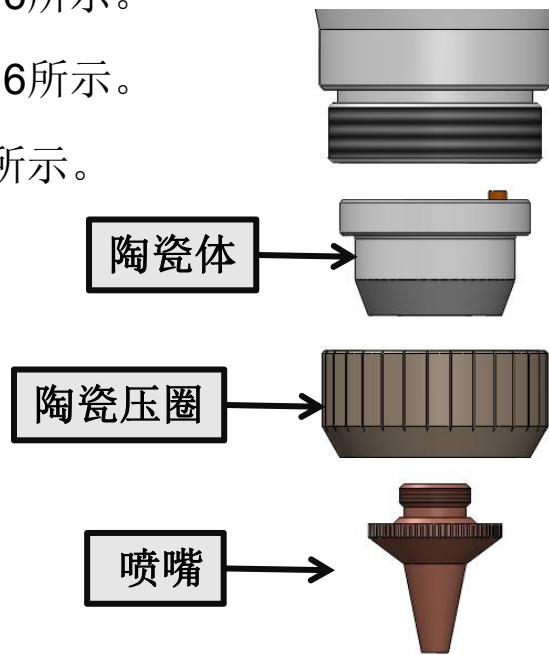

图5.6
- ① 逆时针旋转拆下喷嘴，如图5.6所示。
- ② 逆时针旋下陶瓷压圈，如图5.6所示。
- ③ 竖直向下取出陶瓷，如图5.6所示。